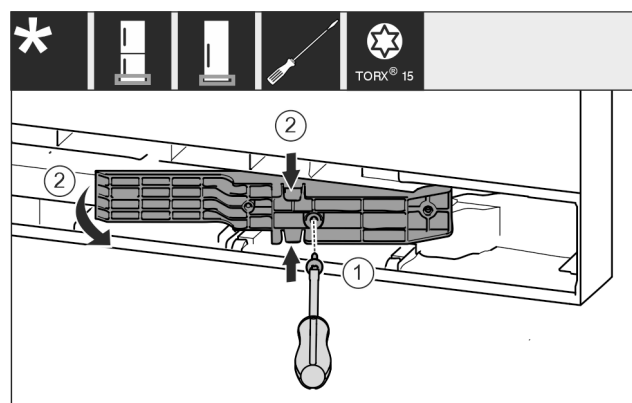

Fig. 16 *
- Desserrer les vis avec un tournevis T15. Fig. 16 (1)*
- Sortir l'adaptateur. Fig. 16 (2)*